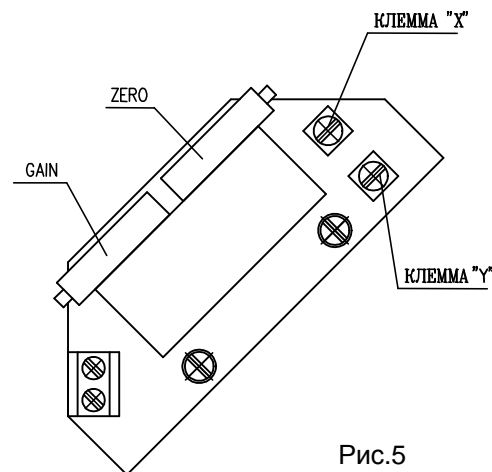

Рис.5
##### 4.4.1 EPV – подключение 2-х внешних кабелей (рис.5,5а)
- Установте омический датчик на основании инструкций в предыдущей главе так, что омическую величину.измеряйте на клеммах X-Y или R-R (рис.5,5а) (употреблен датчик с сопротивлением 100Ω).
- Поворачиванием устанавливающего триммера GAIN или В (рис.5) установите величину выходного сигнала тока, измеряемого на клеммах 81-82, на величину 20 мА.
Рис. 5а